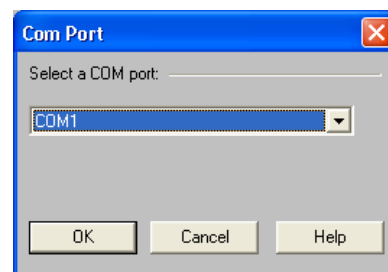

FIGURE 4-7 : Boîte de dialogue « COM Port »
2. La boîte de dialogue « COM Port » s'ouvre, comme illustré à la figure 4-7.